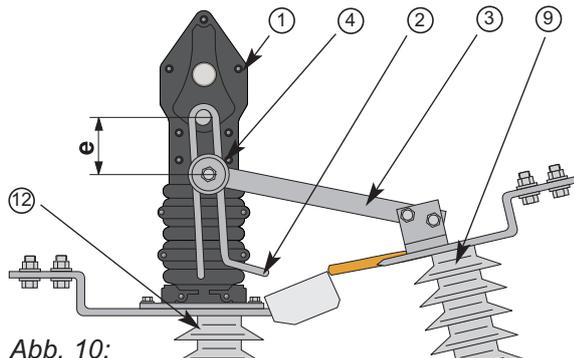

Abb. 10:
Desweiteren ist das Stichmaß "e" von ca. 55 mm (Abb. 10) zwischen dem Kontaktteller (4) und der Achse der Schaltgabel (2) unmittelbar vor dem Einschaltpunkt einzuhalten.